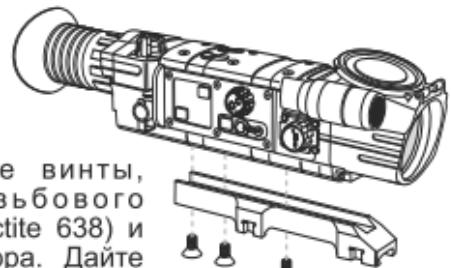

рис.1
- С помощью шестигранного ключа и винтов привинтите кронштейн к основанию прицела (**рис. 1**).